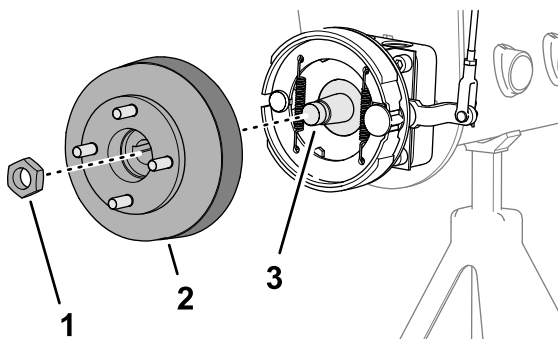

**Figura 69**
2. Inserte la chaveta semicircular en la ranura del eje del motor de rueda (Figura 69).